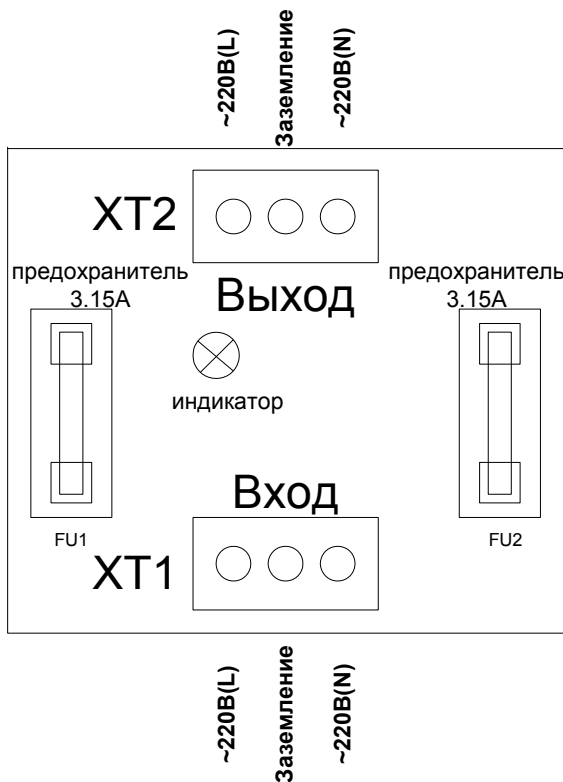

Рисунок 1
1.1.4 БЗС представляет собой автономное устройство, печатная плата которого размещена в корпусе. Корпус состоит из двух частей: верхней крышки и основания, к которому крепится плата. На плате расположены входная и выходная соединительные колодки (ХТ1 – «ВХОД», ХТ2 – «ВЫХОД»), два предохранителя, элементы защиты и светодиодный индикатор (см. рис. 1). При подключённом БЗС к сети переменного тока и при наличии напряжения на выходе (исправных предохранителях) индикатор включён (цвет свечения – зелёный). При отсутствии напряжения на выходе («перегорании» одного или двух предохранителей) индикатор выключен.